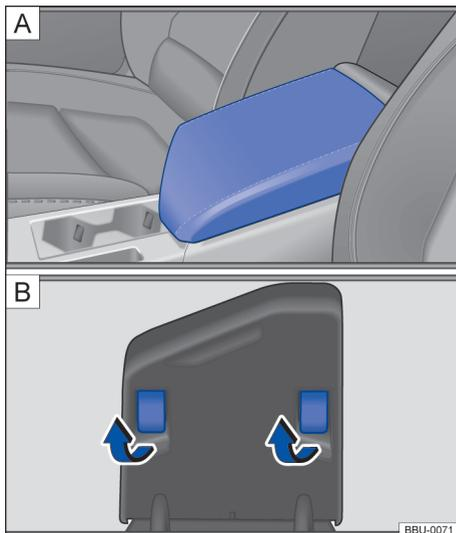

Fig. 86 Descansa-braço central dianteiro.
- Para *umentar a altura* do descanso-braço central, puxe para cima → Fig. 86 [A] e rebata os suportes plásticos sob o descanso-braço no sentido das setas → Fig. 86 [B], abaixe o descanso-braço novamente.
- Para *reduzir a altura* do descanso-braço, levante o descanso-braço e retorne os suportes plásticos no sentido oposto às setas → Fig. 86 [B], abaixe por completo a tampa.